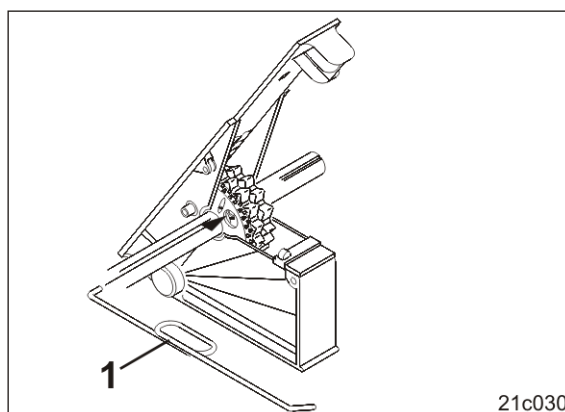

Рис. 140
1. Ключем, що входить в комплект поставки (Рис. 140/1), до упору втисніть розташований за отвором штифт в звичайну висівальну катушку.